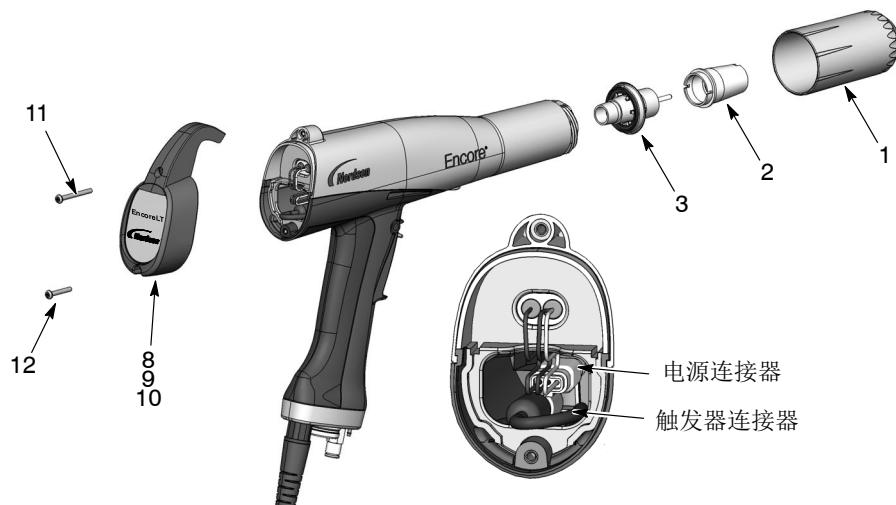

图 6 - 1 喷枪拆卸
1. 请参见图 6 - 1。拆下喷嘴螺母、喷嘴和电极组件（1、2 和 3）。